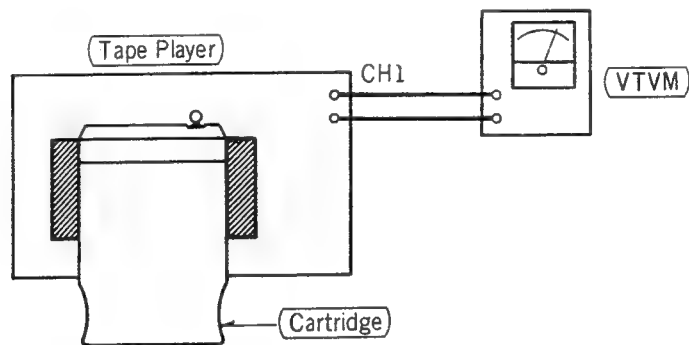

Fig. 15
2. Brancher le voltmètre électronique (VTVM) sur la sortie du canal 1, comme indiqué sur la fig. 15.
2. Verbinden Sie das VTVM mit dem Ausgang von CH1, wie es in Abb. 15 gezeigt ist.